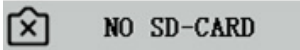

Figura 6-1
1. Al pulsar el botón de instantánea, grabar vídeos, hacer fotos a una hora fija o entrar en el menú de gestión de la tarjeta SD, aparecerá "NO SD-CARD", como se muestra en la Figura 6-1. Por favor, inserte la tarjeta SD con el sistema de archivos FAT32 en la ranura para tarjetas SD situada en el lado derecho de la cámara y, a continuación, lleve a cabo las operaciones correspondientes.